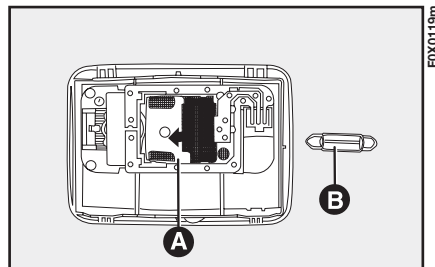

fig. 139
- aprire il coperchio metallico A-fig. 139 agendo nel senso della freccia;